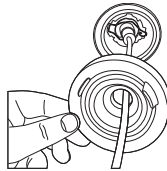

Figura 5
- Monte la junta en la bombilla LED4 y asegúrese de que se encuentra en la posición correcta, como se muestra en la figura 5.